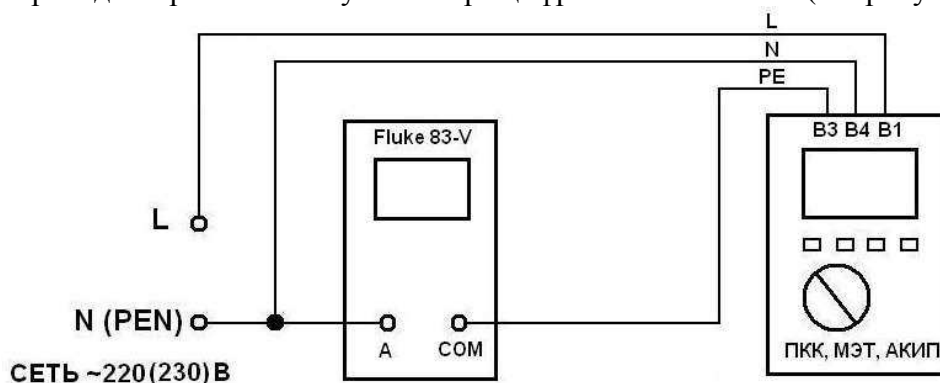

Рисунок 2 – Структурная схема соединения приборов при определении абсолютной погрешности измерения действующего значения тока отключения УЗО.
– входные разъемы поверяемого измерителя, предназначенные для подключения измерителя в режиме измерения действующего значения тока отключения УЗО, соединить при помощи измерительных проводов с разъемами мультиметра цифрового Fluke 83-V (см. рисунок 2);